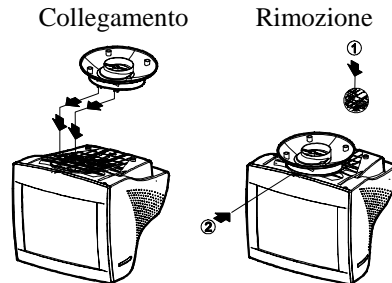

Figura 1 Installando e Rimuovendo la Base Girevole
- Gira attentamente il monitor sul suo lato o alla rovescia. (vedi figura 1).